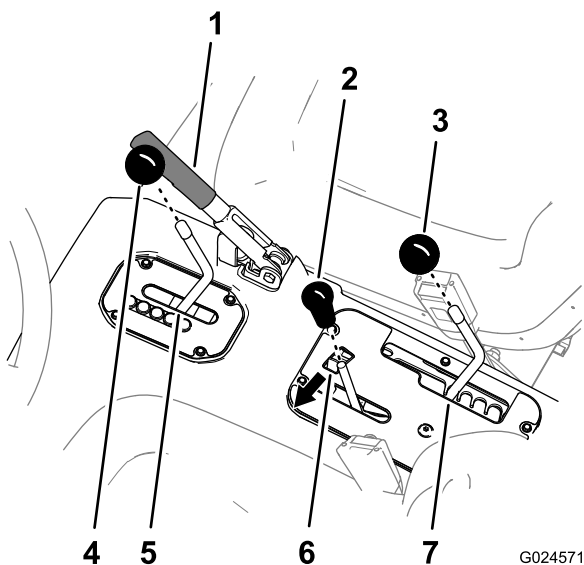

**Figura 3**
3. Rimuovete le 6 viti che fissano il bordo esterno della piastra di copertura della consolle centrale al telaio ed estraete la piastra di copertura (Figura 3).